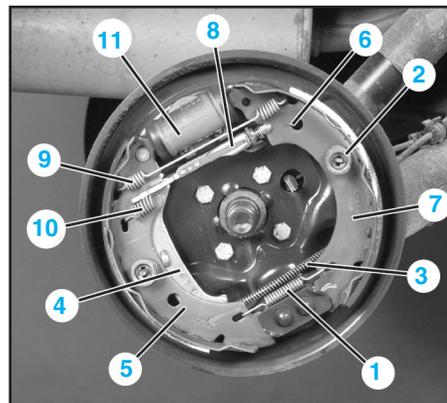

Fig.Fr.10
- À l'aide d'une pince à ressort, décrocher et déposer le ressort de rappel inférieur (1) (Fig.Fr.10).
- Déposer les dispositifs de maintien latéral (2) des segments.
- Écarter l'ensemble système de rattrapage de jeu et segments de la flasque de frein, décrocher le câble de frein de stationnement (3) du segment tendu et dégager l'ensemble.
- (A) Train «type tube»
- (B) Train «type 4 barres»
- (1) Flasque
- (2) Vis de purge
- (3) Cylindre récepteur
- (4) Segment comprimé
- (5) Segment tendu